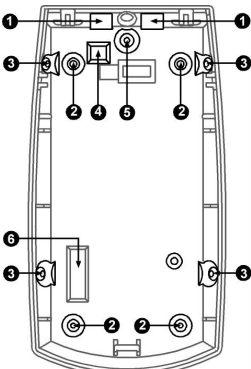

Fig 1 Knockout holes | Orificios troquelados | Trous de débouchure |
3. Break out the desired holes for proper installation (Fig. 1 – 2) for flat mount or Fig. 1-3 for corner mount) Use 4 screws type 3x30mm.
3. Haga los agujeros deseados para una instalación correcta ((Fig. 1 - 2) para enmarcar en lo plano o (Fig. 1 - 3) para enmarcar en la esquina) Use 4 tornillos de tipo 3x30mm.